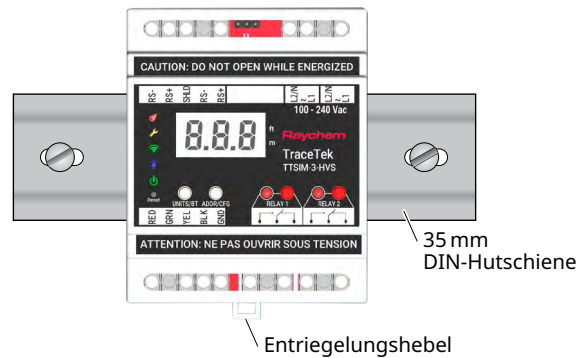

Abbildung 1: Montage auf DIN-Hutschiene im Schaltschrank
- Entnehmen Sie das TTSIM-3/4 aus der Verpackung und schnappen Sie es auf die DIN-Hutschiene, wobei sich der Entriegelungshebel an der Unterseite befindet. Siehe Abbildung 1.